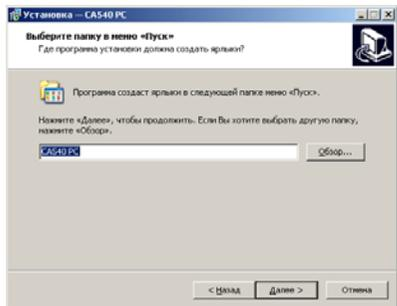

Рисунок 8.3
3) Определить место размещения ярлыков программы в меню "Пуск", для чего в окне (рисунок 8.3) следует либо согласиться с предлагаемой по умолчанию папкой, либо выбрать другой вариант, щелкнув по кнопке Обзор. Для продолжения выполнения установки программы щелкнуть по кнопке Далее.